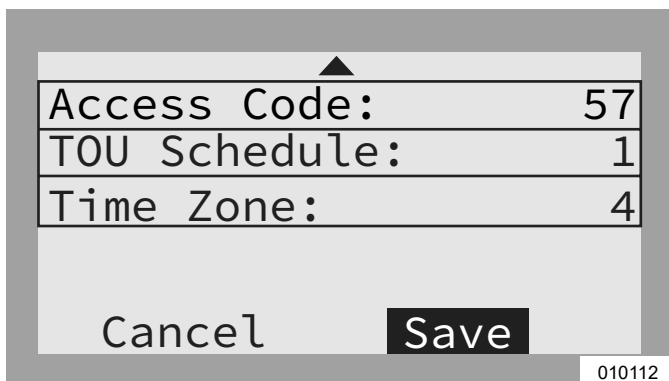

Figura 6-17. Configuración del programa TOU (4 de 4)
- Consulte la **Figura 6-17**. Para confirmar los cambios en todas las entradas, resalte Save (Guardar) y presione el botón central.